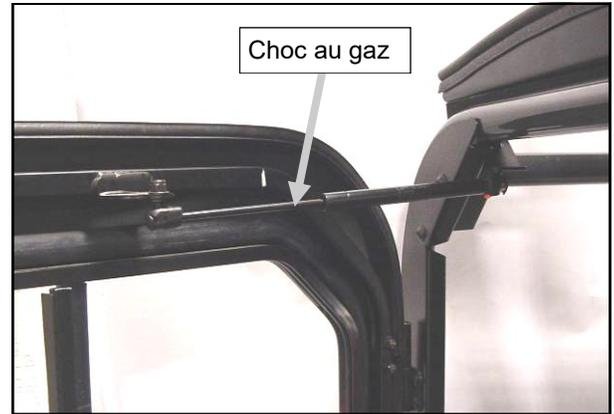

Fig. 6.2 (vue de la porte latérale du passager)
6.2 Installez le choc de gaz sur le dessus du cadre et de la porte, comme le montre la figure 6.2, de sorte que l'extrémité de dégagement rapide du choc de gaz (fin avec l'onglet pouce rouge) soit fixée à la monture supérieure de la cabine pour faciliter l'enlèvement des portes.